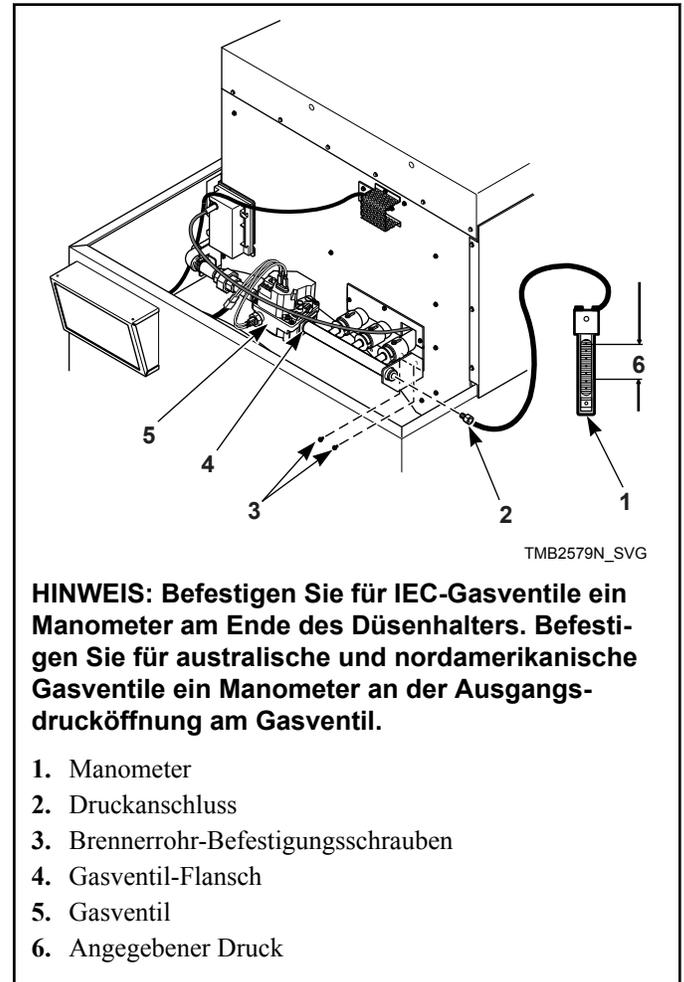

Abbildung 13
1. Kontrollieren Sie den (Lade-) Druck jeder Gasbrennerdüse wie folgt. Siehe *Abbildung 13*.
4. Starten Sie den Wäschetrockner und notieren Sie den Druck, wenn die Flamme brennt. Entfernen Sie den Reguliererdeckel und regeln Sie die Regulierschraube, bis der Brennerdüsendruck gemäß anwendbarer Tabelle erreicht ist. Ersetzen Sie den Reguliererdeckel. Siehe *Abbildung 13*.